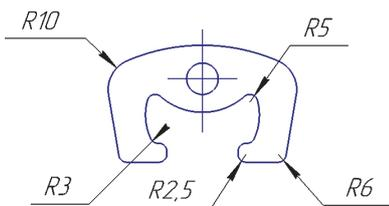

Рис. 1.26
Закруглить контур детали **Скоба** дугами по размерам, указанным на примере выполнения (рис. 1.26).
3. Последовательно указать курсором дугу и отрезок, между которыми необходимо построить скругление радиусом 10 мм (см. рис. 1.26).